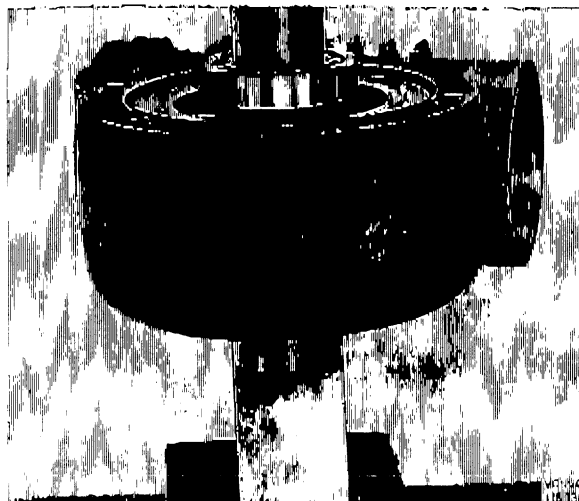

Bild 72. Ipressning av snäckhjul
5. Placera huset på 2022 och pressa snäckhjulet i huset. Bild 72.